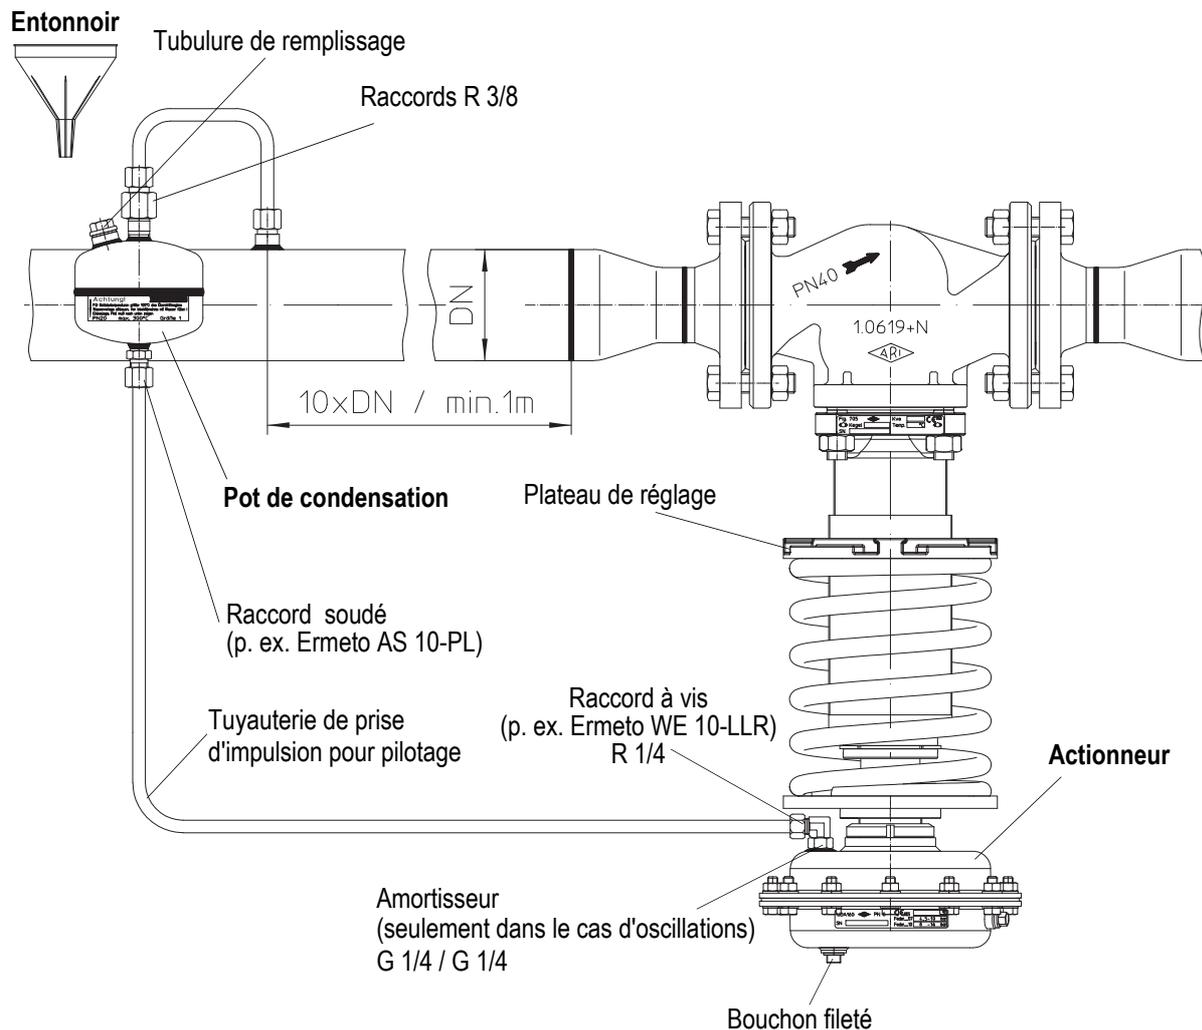

Fig. 5
- Le pot de condensation à disposition doit alors être entièrement rempli de liquide (pour la vapeur, qu'il soit rempli d'eau) et l'actionneur doit être entièrement purgé de son air par l'intermédiaire de la vis de fermeture (voir Fig. 5).